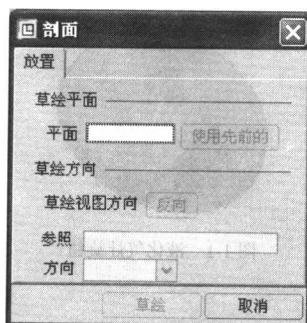

图 1-4 剖面提示对话框
3. 单击创建旋转剖面按钮 ，系统弹出如图 1-4 所示的剖面提示对话框，要求选择旋转剖面草绘平面和草绘视图方向参照。